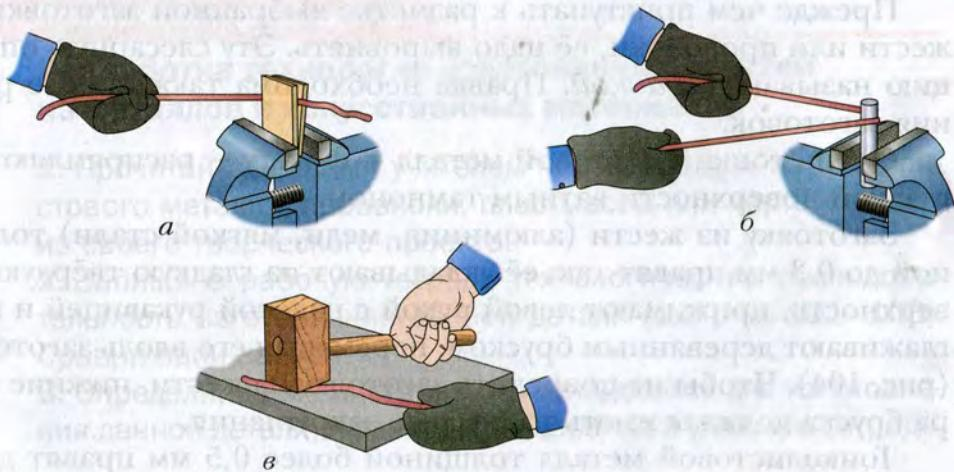

Рис. 106. Правка проволоки: *а* – в тисках протягиванием между брусками; *б* – в тисках протягиванием вокруг цилиндра; *в* – на плите киянкой
Правку мягкой (например, медной) тонкой проволоки можно выполнять, протягивая её между двумя деревянными брусками, зажатыми в тисках (рис. 106, *а*) или перемещая её вокруг цилиндрической стальной оправки (рис. 106, *б*).
Толстую алюминиевую или медную проволоку правят киянкой (рис. 106, в), а стальную — молотком.
3. Почему для правки проволоки (рис. 106, а) берут деревянные бруски небольшой толщины?